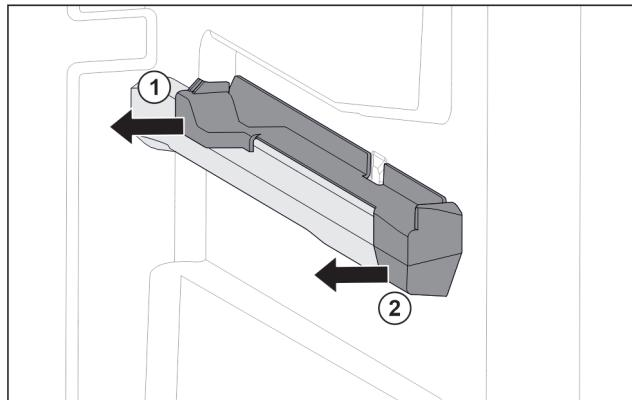

Fig. 107 Nasazovací díl na pravém žebrování na nádoby
- Stáhněte nasazovací díl vzadu na stranu. Fig. 107 (1)
- Stáhněte nasazovací díl vpředu na stranu. Fig. 107 (2)